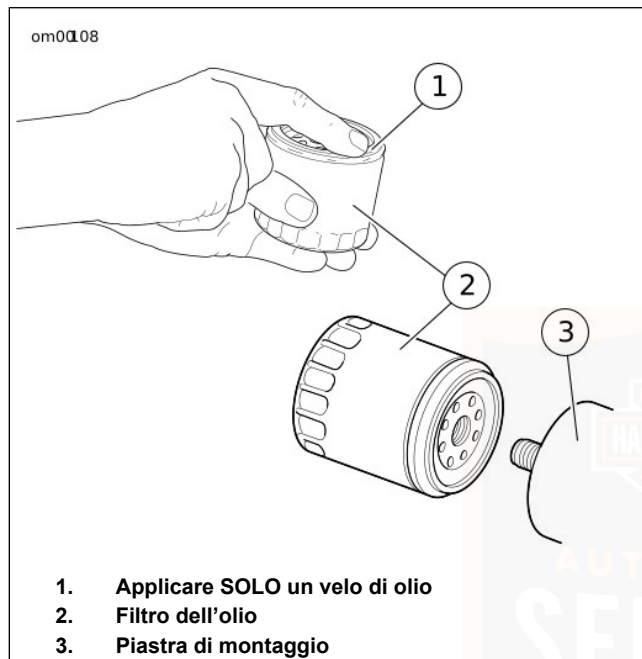

Figura 30. Applicazione di un velo di olio
2. Vedere Figura 30. Pulire con un panno pulito la superficie di contatto della guarnizione del filtro sulla base del filtro dell'olio. La superficie deve essere liscia e priva di detriti o di parti della vecchia guarnizione.
3. Applicare un velo di olio alla superficie di contatto della guarnizione sul basamento (3), sulla guarnizione stessa e sul **nuovo** filtro dell'olio.